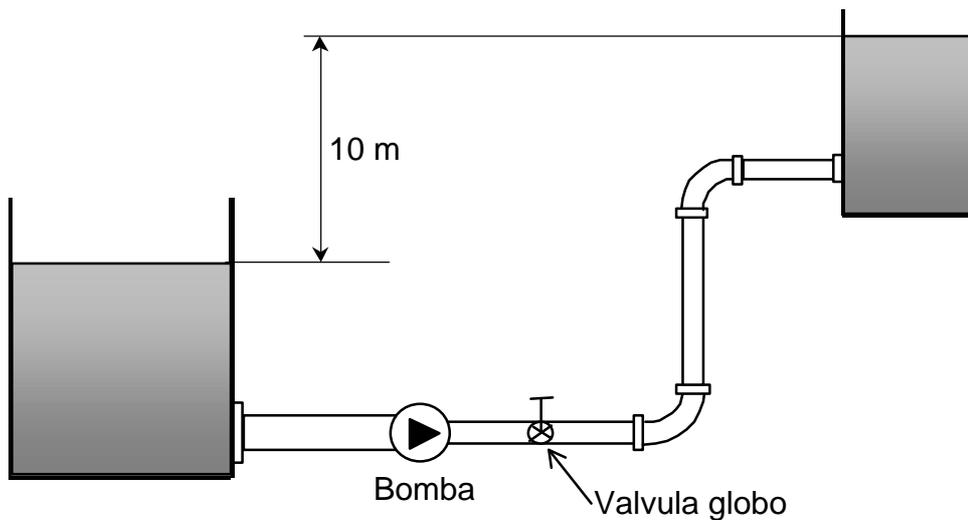

Figura 1
1. Calcule la potencia suministrada a la bomba que se muestra en la figura 1 si su eficiencia es del 76%. Por el sistema fluye un caudal de $0.015 \text{ m}^3/\text{seg}$ de alcohol metílico a $25 \text{ }^\circ\text{C}$. La línea de succión de la bomba ha sido construída empleando un tubo de acero de 4 pulgadas de diámetro Sch 40 y tiene 15 metros de largo. La línea de descarga es un tubo de acero de 2 pulgadas de diámetro Sch 40 y tiene un largo de 200 metros.